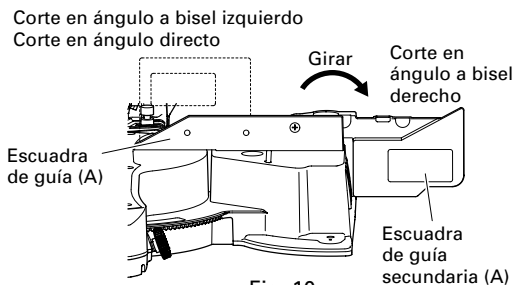

Fig. 10
Esta herramienta mecánica está equipada con una escuadra de guía secundaria (A). En el caso de corte en ángulo directo y de corte en ángulo a bisel izquierdo, utilice la escuadra de guía secundaria (A). Esto le permitirá realizar un corte estable del material con una cara trasera ancha. En el caso de corte a bisel derecho, eleve la escuadra de guía secundaria (A) tal como se observa en la Fig. 10 y luego gírela en el sentido a las agujas del reloj.
5. Confirmación para el uso de la escuadra de guía secundaria (B)